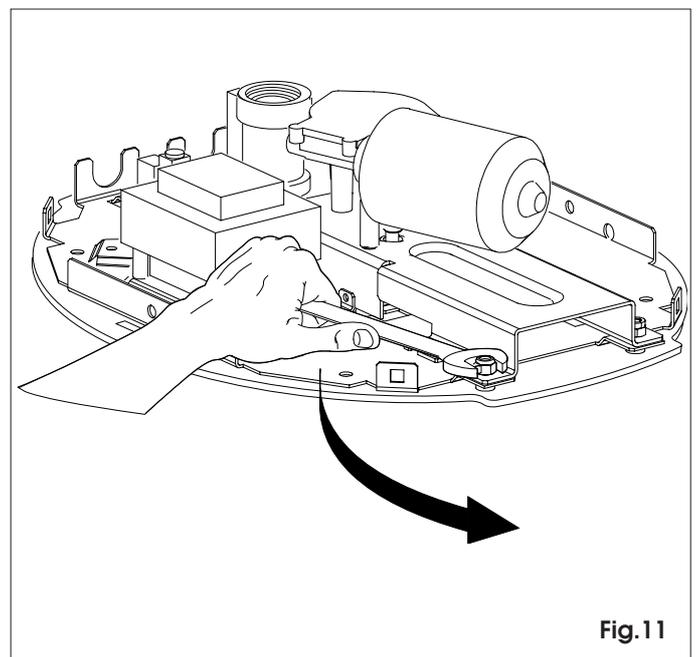

Fig.11
6.5 Enlever le carter, dévisser la lampe et utiliser la clé correspondante pour enlever les écrous qui bloquent le groupe moteur sur l'opérateur (fig.11).